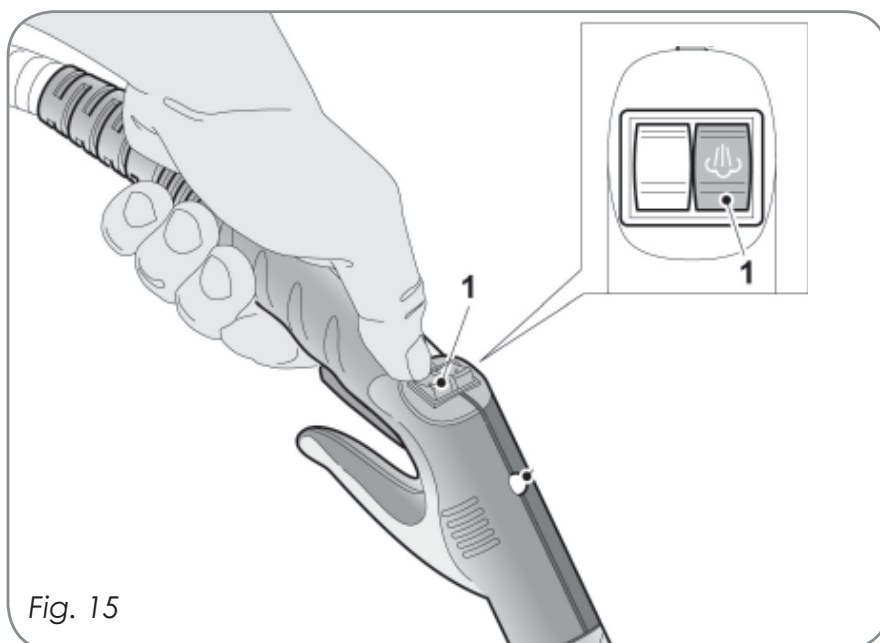

Fig. 15
- Con serbatoio pieno e caldaia vuota, una volta alimentato il generatore tramite gli interruttori (vedi paragrafo "PREPARAZIONE"), il sistema comanda la pompa di caricamento acqua fino al raggiungimento del livello in caldaia. In questa fase la resistenza di riscaldamento è disattivata. Una volta completata la fase di caricamento, si verifica lo spegnimento della pompa e contemporaneamente viene abilitato il riscaldamento attraverso la resistenza caldaia. Scaricare eventuale aria residua in caldaia durante la fase di riscaldamento, accendendo l'interruttore 1 (fig. 15) e premendo il tasto erogazione vapore 5 (fig. 17). Questa operazione è necessaria, data la potenza del generatore, per evitare eccessivi aumenti di pressione.